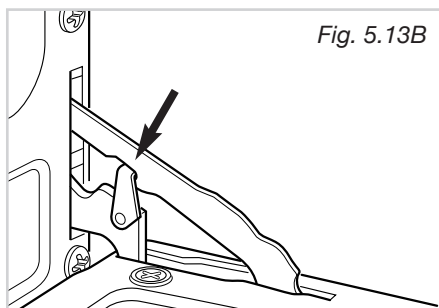

Fig. 5.13B
- Agganciare l'anello di ritegno all'apposito dente delle cerniere destra e sinistra (fig. 5.13B).